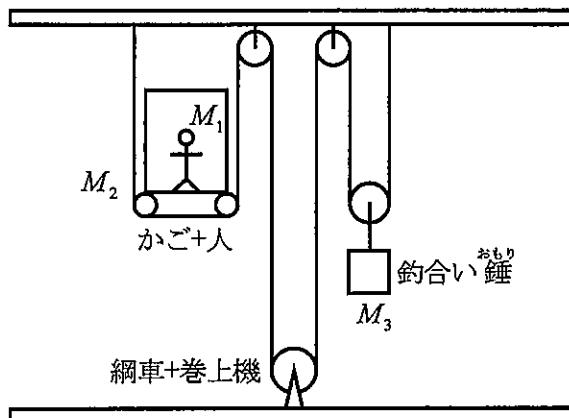
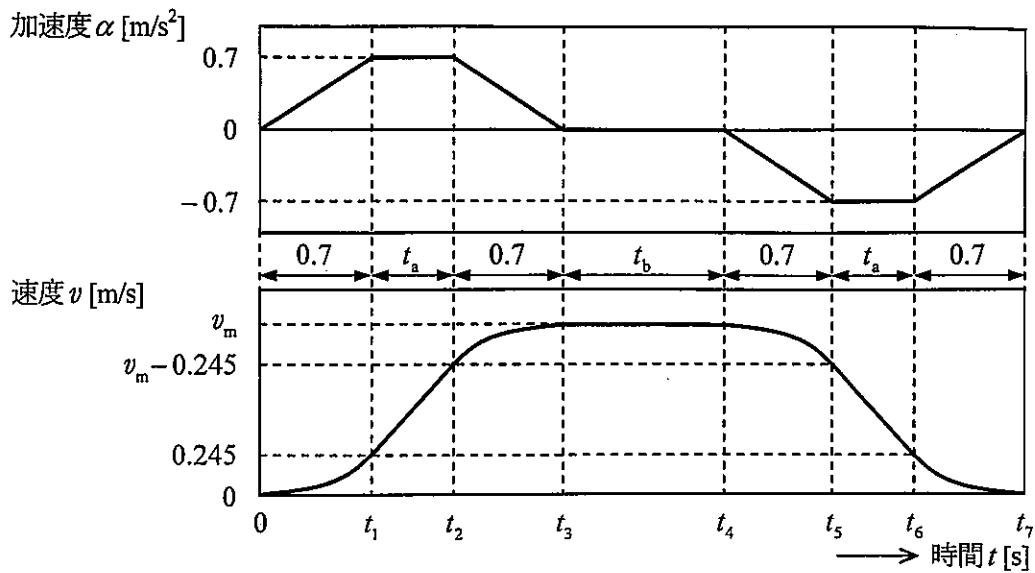

図 1
図 2
図 1 は最近普及が進んでいる、機械室をなくしたトラクション式乗用エレベータの構成を、表はこのエレベータの諸量を示したものである。この構成では、動滑車を介して かご及び釣合い錘 を動かすため、巻上機のロープの巻き上げ長さが、かごの移動距離の 2 倍となるが、必要トルクを $\frac{1}{2}$ にできる。また、図 2 はこのエレベータの運転パターンの一例を示したものである。
(1) はじめに、図 2 に示す運転パターンにおける昇降距離と時間の関係について考える。なお、最大加速度を維持する時間を t_a [s]、最高速度を維持する時間を t_b [s] とする。図 2 より、 $0 \leq t \leq t_3$ の期間の加速度を積分すると t_3 での速度 v_m [m/s] となることから、 v_m は t_a を用いて①式で表される。
(2) $\textcircled{3}$ 式及び $\textcircled{5}$ 式を用いると、表の諸量を持つエレベータを、図2のパターンで $v_m = 1.75$ m/s として運転する場合の瞬時動力 p とトルク τ とを求めることができる。